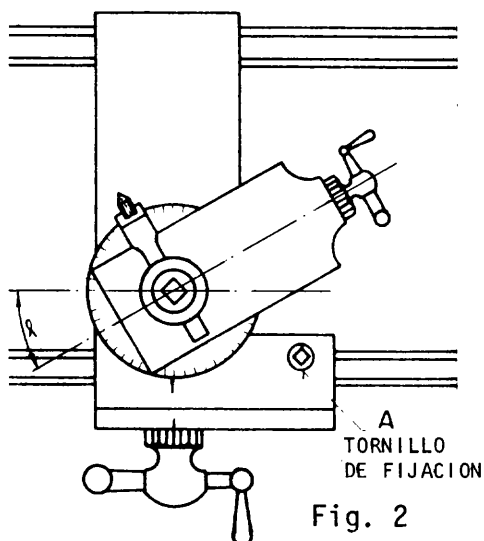

Fig. 2
- b Gire el carro porta-herramientas al ángulo deseado, observando la graduación angular (figs. 2 y 3).